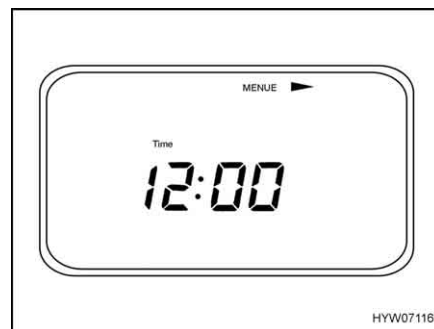

Bild 140 Einstellungs-Menü
- Die Taste "MENUE" (Bild 135,3) länger als 3 Sekunden drücken: Das Einstellungs-Menü (Bild 140) erscheint.